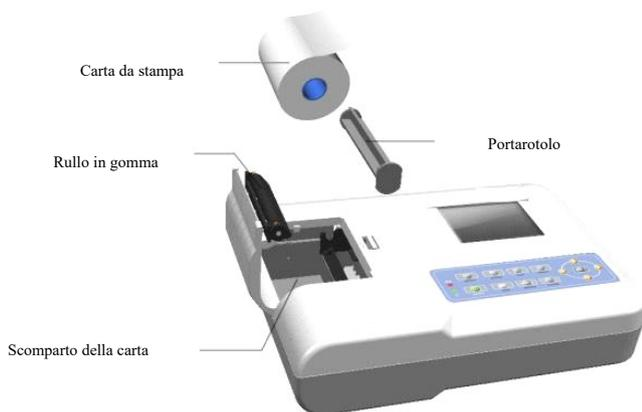

Figura 6-1 Installazione della carta da stampa
1. Come mostrato nella Figura 6-1, aprire il coperchio dello scomparto della carta, estrarre il portarotolo, inserirlo nel rotolo di carta come mostrato in figura. La griglia della carta termica deve essere rivolta verso il basso. Dopodiché installare il nuovo rotolo nella posizione corretta nello scomparto della carta.